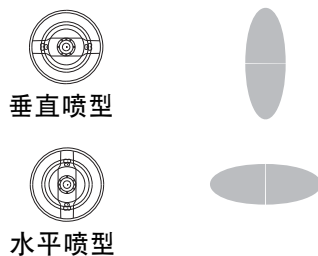

图 10. 空气帽的位置
3. 松开空气帽卡环，并旋转空气帽成垂直或水平喷型。参见图 10。拧紧固定环直至空气帽紧紧固定在位置上；不能用手旋转空气帽的角。